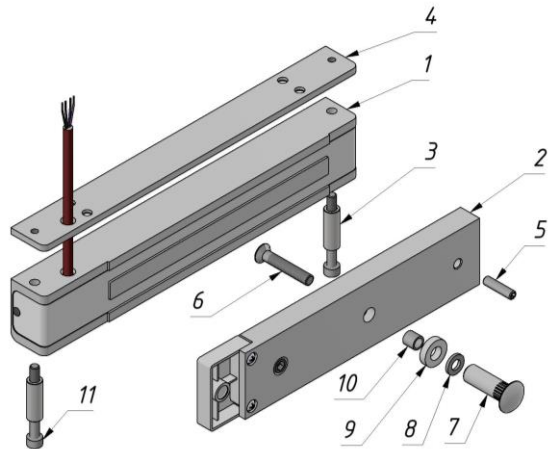

Рисунок 1 – Комплект поставки замка ALM-300P
3.1 Комплект поставки (рисунок 1):
- корпус 300P (1) - 1 шт.
- якорь 300P (2) - 1 шт.
- втулка 300P (3) - 2 шт.
- планка резьбовая 300P (4) - 1 шт.
- 150-400 F – комплект крепления якоря: штифт (5), винт М6х35 (6), втулка (7), шайба (8), кольцо уплотнительное (9), втулка проходная (10)
- винт М5х45 (11) - 2 шт.